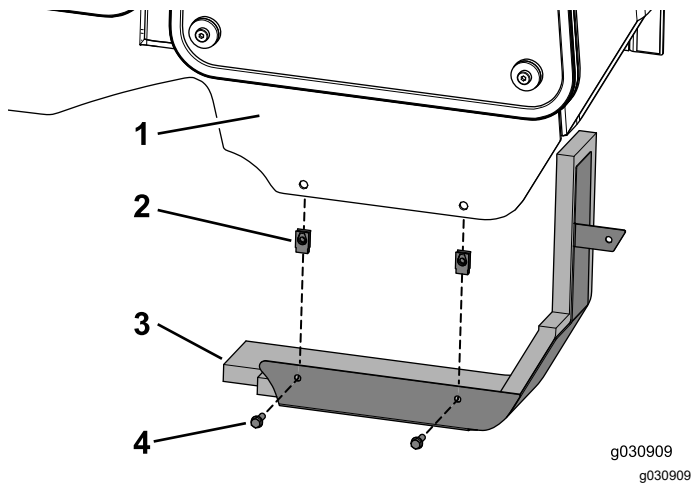

Bild 30
1. Bringen Sie die zwei Klemmmuttern am Kabinenrahmen an (Bild 30).
2. Befestigen Sie die Platte mit den zwei Schrauben (1/4" x 3/4") an der Kabine, wie in Bild 30 abgebildet.